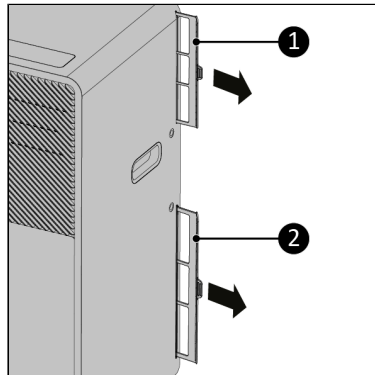

Figure 76.
3. L'appareil a deux filtres à l'intérieur de l'appareil. Retirez les deux filtres (Figure 76, pos. 1 & 2) depuis le côté de l'appareil.